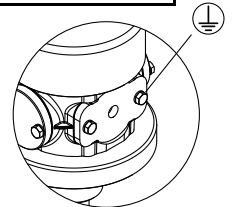

Fig.8 アース設置箇所
- 1) ポンプを設置するときには必ず指定箇所からアースを設置してください。(Fig.8)